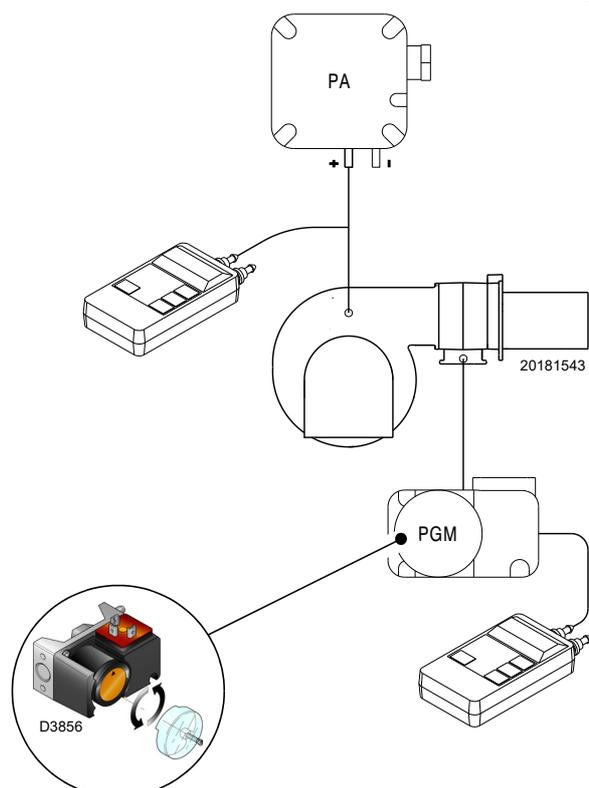

Abb. 31
- Regeln Sie den Maximal-Gasdruckwächter (Abb. 31 auf Seite 31) auf das Skalende.
Die Einstellung des Maximal-Gasdruckwächters ausführen (Abb. 31), nachdem alle anderen Einstellungen des Brenners bei auf das Skalenende eingestellten Maximal-Gasdruckwächter vorgenommen wurden.